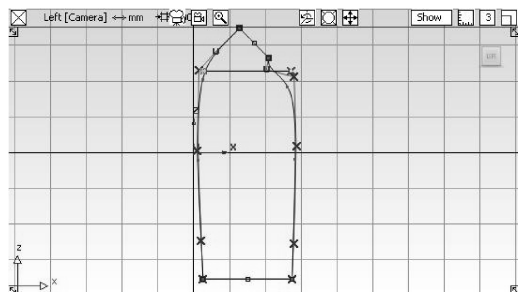

图 4-101 移动曲线
- 28 选择【Pick object】工具，选取调整后的曲线，执行菜单栏中【Edit】|【Copy】命令，接着执行菜单栏中【Edit】|【Paste】命令，在曲线位置复制一条曲线。选择【Move】工具，在【Left】正交视窗中，按住鼠标右键向上移动曲线到合适的位置，如图 4-101 所示。